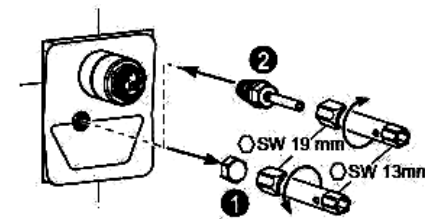

**Abb.1.**
1. Setzen Sie die mit einem Schutzkasten versehene Mischbatterie an die vorbereitete Stelle ein, wie in Abb. 1. Montagetiefe (Toleranz) ist mit „min“ und „max“ bezeichnet. Schliessen Sie die Mischbatterie ans Wasserversorgungssystem. Nehmen Sie den Schutzkasten ab (Abb. 1).